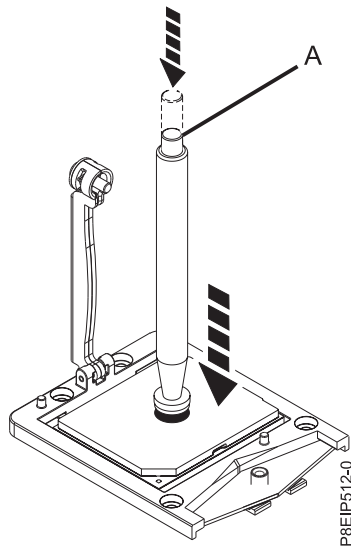

図 69. 取り外しツールをシステム・プロセッサ・モジュールの上に下ろす
3. 真空ペン・ツールを、取り付けるシステム・プロセッサ・モジュールの上に下ろします。ペン (A) の上部を完全に押し込み、ペンをプロセッサ・モジュールの中央に保持します (図 69 を参照)。ペンの上部を放して、ペンをプロセッサ・モジュール上に固定します。